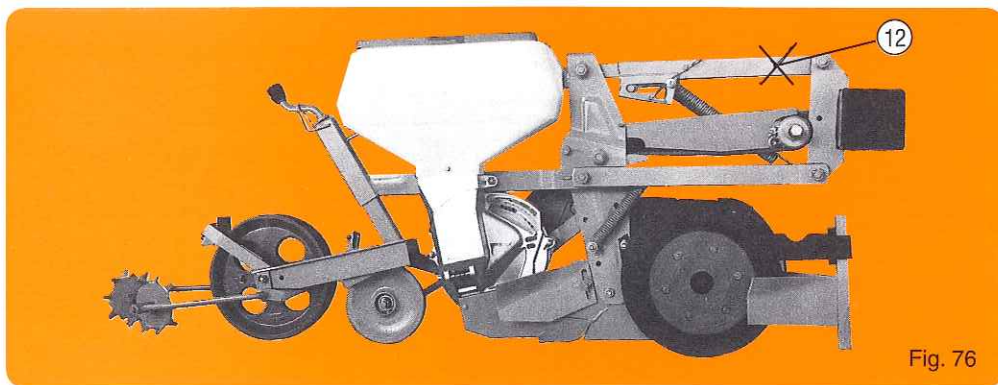

Fig. 76
- Double disque + roues accolées (fig. 76) : livré avec soc bas spécial allongé betterave.
- Double disc openers with side press wheel (fig. 76) : supplied with special long low beet shoe. To be used for planting directly in a cover crop.
- Doble disco + ruedas gemelas (fig. 76) : entregados con reja baja especial alargada para remolacha. Se ha de utilizar en siembra directa bajo cubierto.
- Doppio disco + Ruote unite (fig. 76) : consegnato con assolcolore speciale bietole da utilizzare per. Roto erpici